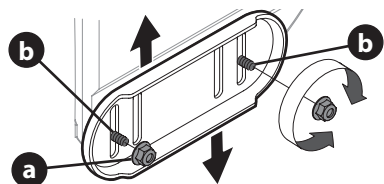

Figure 47
1. Desserrez les écrous hexagonaux (a) (deux de chaque côté) et les boulons de carrosserie (b). Placez les patins à la position désirée. Voir Figure 47.
NOTE : Les patins de votre souffleuse à neige peuvent être différents de ceux illustrés sur la Figure 47.